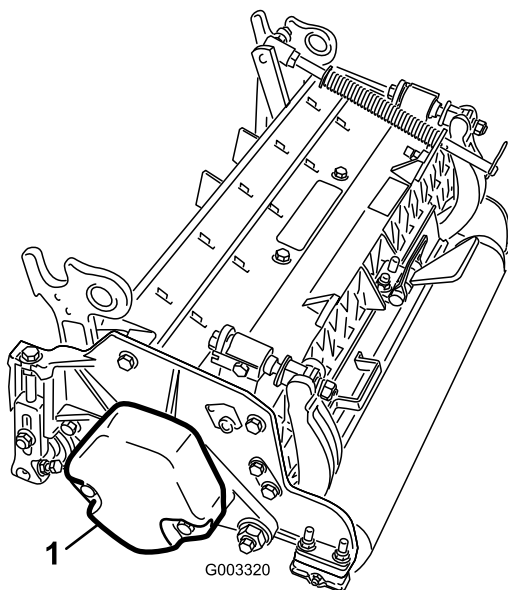

Figura 6
- Rimuovete il contrappeso (Figura 6).